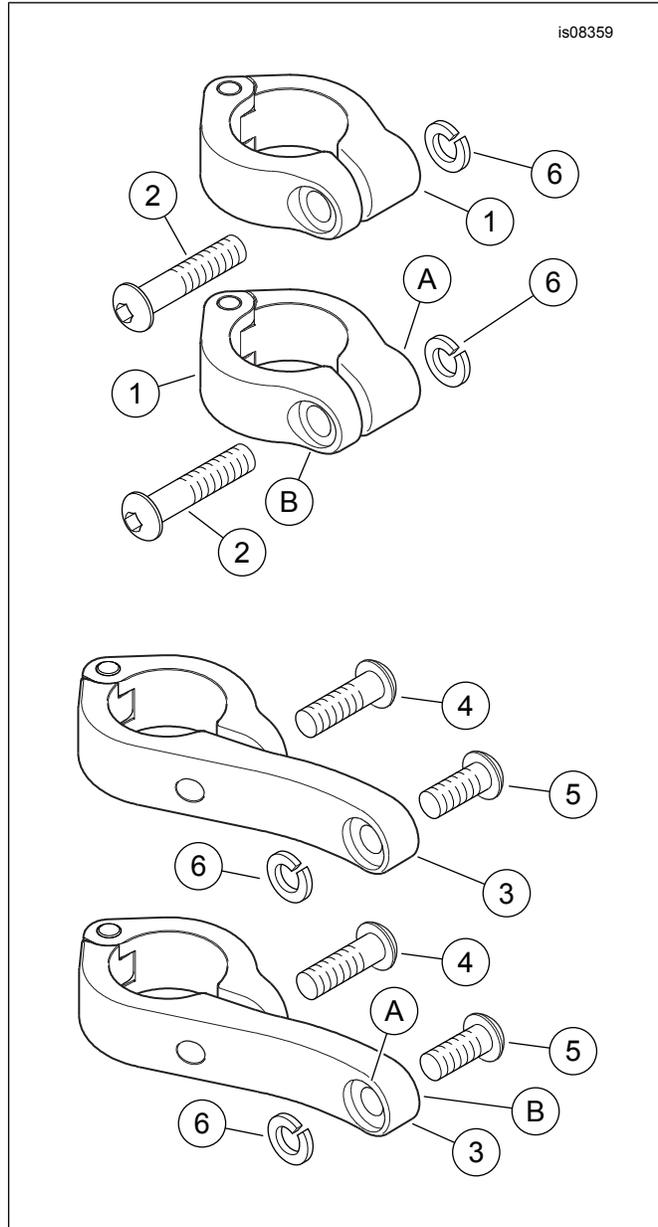

Figura 1. Piezas de servicio, kits de montaje de luces para niebla LED estilo bala
Vea la Figura 1 y la Tabla 1.
1. Vea la Figura 1. Obtenga una abrazadera del protector del motor (1), un tornillo (2) y una arandela de seguridad (6) de **este** kit.
2. Abra la abrazadera. Coloque la abrazadera alrededor de la sección vertical del protector del motor con la bisagra hacia atrás y el agujero escariado profundo (A) hacia adentro.
3. Inserte el tornillo a través de la abrazadera desde el lado del agujero escariado no profundo (B). Deslice la arandela de seguridad sobre la rosca del tornillo dentro del agujero escariado profundo.
- Vea la Figura 1. Obtenga una abrazadera del protector del motor (3) y un tornillo largo (4) de este kit.
- Abra la abrazadera. Coloque la abrazadera alrededor de la sección vertical del protector del motor con la bisagra hacia atrás y el agujero escariado profundo (A) hacia adentro.